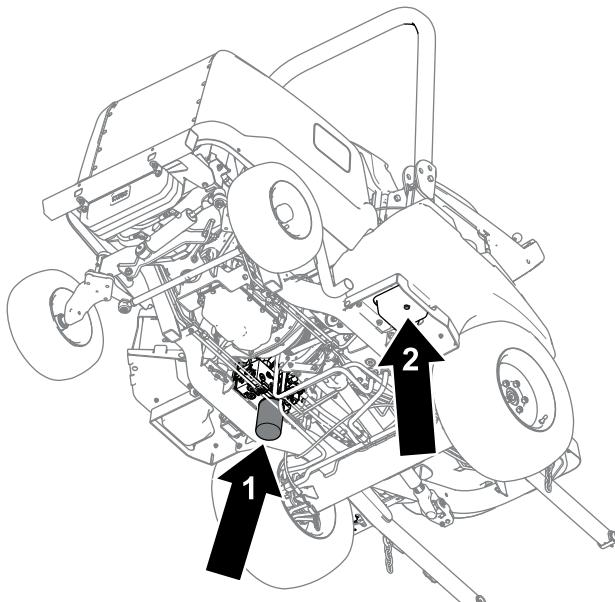

図 80
4. タンクの底面にあるドレンプラグ 図 80を外し、流れ出すオイルを容器に受ける。
6. フィルタの下に廃油受けを置き 図 80 フィルタを外して排出されるオイルを回収する。